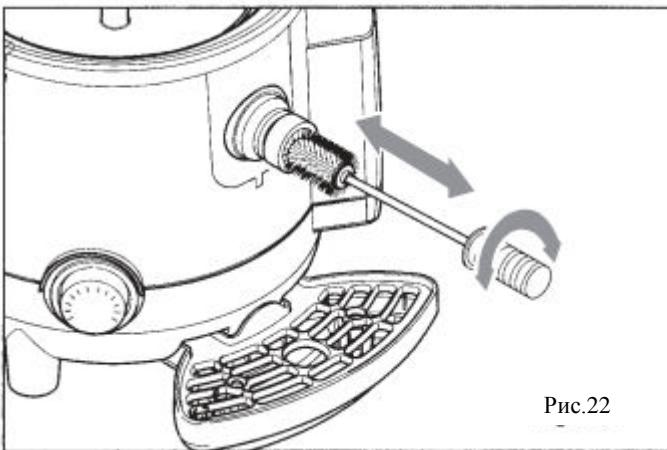

Рис.22
**Предупреждение:** пользуйтесь только щеткой для чистки, которая поставляется для чистки канального соединения между баком и краном (смотрите раздел 5.5, рис. 22), никогда не чистите этой щеткой другие части.